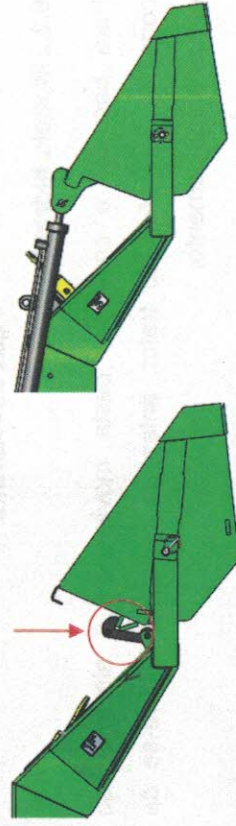

Figura 6.1 – Concha.
1. Certifique-se de que a caçamba esteja atrelada junto ao chassi, isto é, que não esteja basculada, conforme figura 6.1.